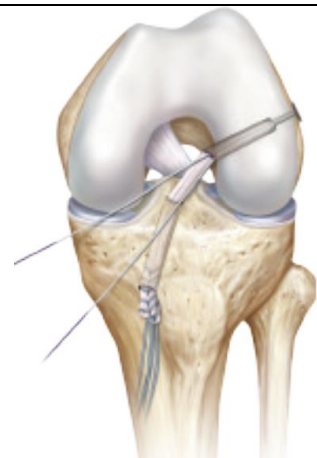

figura 2
3. Avance o tendão até o limite do furo realizado(**figura 2**).